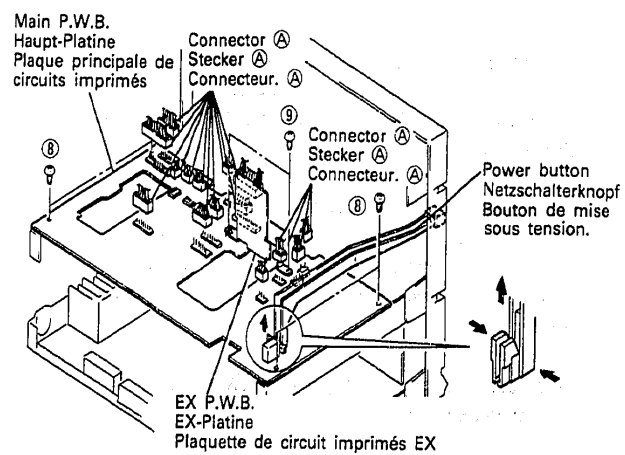

Fig. 4 Abb. 4
4. **Haupt-Platine (Abb. 4)**
5. **EX-Platine (Abb. 4)**
4. **Plaque principale de circuits imprimés (Fig. 4)**
5. **Plaque de circuit imprimés EX (Fig. 4)**